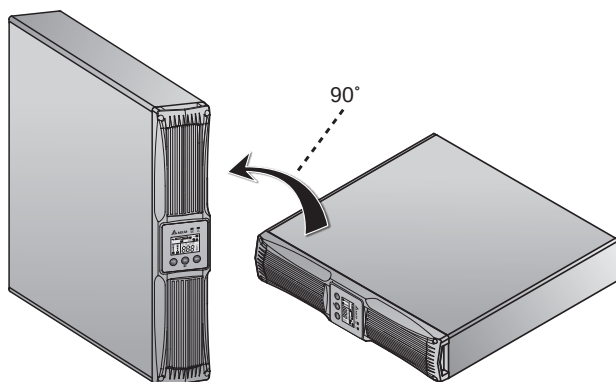

Figure 3-9: UPS를 바로 선 상태로 세우기
- 5 UPS를 조작 패널의 Delta 로고가 위를 향하도록 주의하여 바로 선 상태로 세웁니다 (최소 2인 필요). **Figure 3-9** 참조.